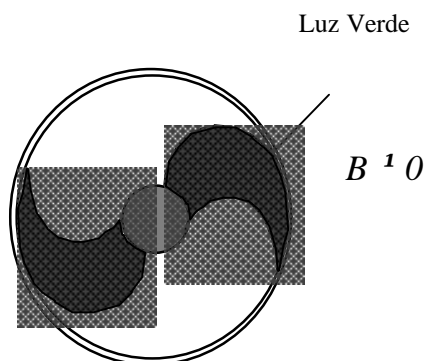
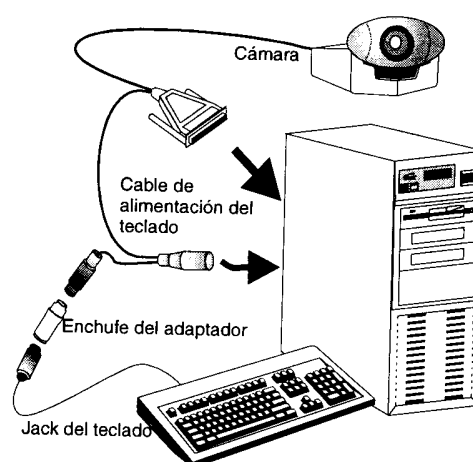

Figura 5: vista superior de la pantalla fosforescente, con campo magnético distinto de cero.
Figura 6 : Conexión de la cámara al PC.
- ① Introduzca el tubo en el solenoide y coloque ambos verticalmente sobre la mesa, de tal modo que sea posible observar el tubo por el extremo libre del solenoide.
- ② Conecte el circuito del tubo (con visto bueno del ayudante). Ajuste el voltaje alrededor de los 150 V. Observe y anote lo que sucede.
- ③ Monte sobre la parte superior del solenoide una cámara digital, la que permitirá que Ud. pueda observar la imagen en el computador. Realice la conexión de la cámara a través de la puerta paralela y del puerto del teclado del computador como lo indica la figura 6.
- ④ Encienda el computador e ingrese al software **Photomax** que maneja la cámara digital. Dentro del software seleccione **Obtener Foto**, de esta forma la cámara enfocarará el haz de electrones a estudiar.
- ⑤ Conecte el circuito del solenoide, y haga observaciones cualitativas de lo que ve en pantalla. Cuando haya ubicado la imagen deseada seleccione en el software **Captar**, en seguida guarde la foto (de preferencia en formato JPG para que pueda ser manipulada la imagen con el software del Windows) en el disco duro de su PC.
- ⑥ Ejecute directamente su archivo JPG para obtener una mejor imagen de su experiencia. Mida cuidadosamente sobre la imagen impresa, con un pie de metro el diámetro de curvatura del haz de electrones. En seguida mida cuidadosamente el diámetro del tubo RCA. Obtenga la escala equivalente.
- ⑦ Explíquelo cualitativamente y discuta con sus compañeros y ayudante otro método para medir el radio de curvatura de los bordes de la sombra, que se muestran esquemáticamente en la figura 5.